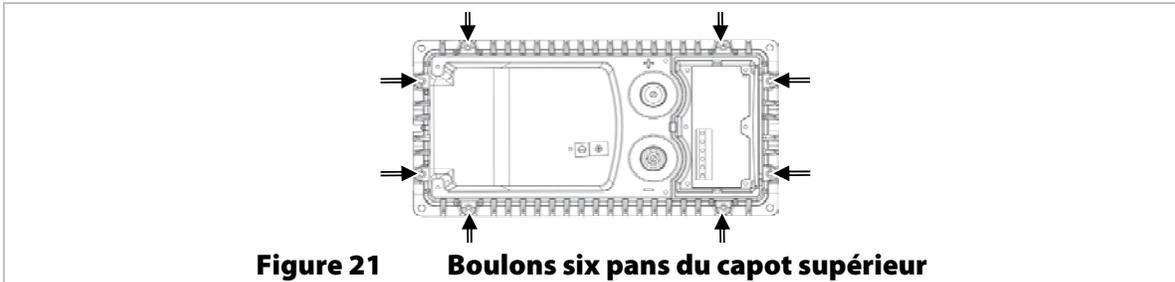

Figure 21 Boulons six pans du capot supérieur
- Posez les 8 vis hexagonales qui fixent le capot supérieur au châssis. Serrez selon un couple de 36 in-lb. Voir la Figure 21.